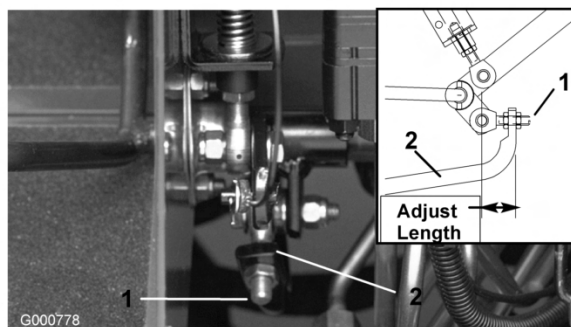

Bild 59
- Stellen Sie die Bundmuttern am Pumpenstangenende ein, um die Pumpensteuerungsstange nach vorne zu verschieben, um ein Verschieben nach vorne zu vermeiden, oder um die Pumpensteuerungsstange nach hinten zu verschieben, um ein Verschieben nach hinten zu vermeiden (Bild 59).